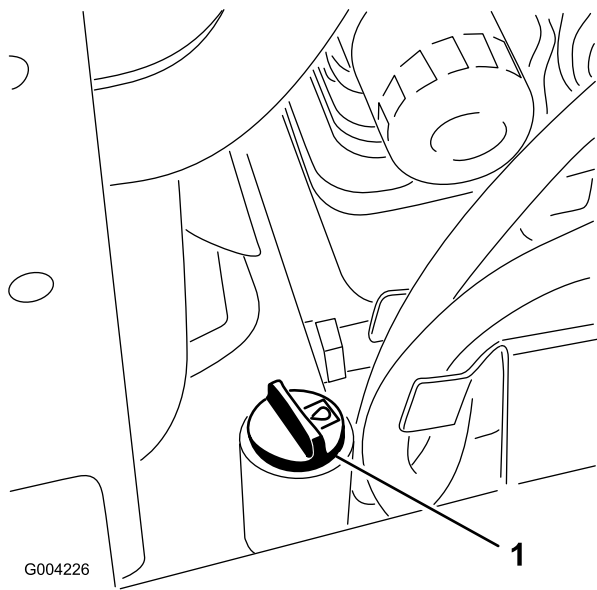

Рисунок 59
5. Очистите зону вокруг заливной горловины и крышки гидравлического бака (Рисунок 59).